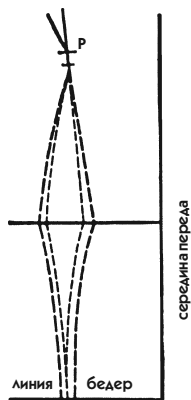

Рис. 66
1. Закрепите базовое лекало на ткани так же, как вы это делали для вытачки на груди, закалывая булавки вдоль линий исправления. Наметьте линии исправлений легкими карандашными пометками (на рис. 66 это крупный пунктир).
3. На отдельные листы бумаги снимите копии с каждого изменения базового лекала. Например, возьмите рис. 58 с проймой, вытачкой на груди и плечом (обратите внимание на сплошные и пунктирные линии). Также снимите отдельную копию с рис. 66 с вытачкой от талии, где обозначены первоначальный вариант и линии изменений, и т. д.